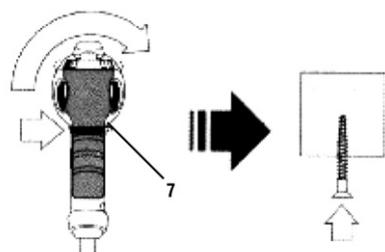

Fig. 4 – Sentido de rotação para a direita
Para reverter o sentido de rotação da PARAFUSADEIRA PFV 514 WONDER, primeiro é necessário que ela esteja com o motor completamente parado, caso contrário, poderão ocorrer danos à ferramenta e estes não estarão cobertos pela garantia. Para rotação no sentido horário (parafusar), mova o “seletor de reversão” (5) para a direita, conforme mostra a fig. 4.